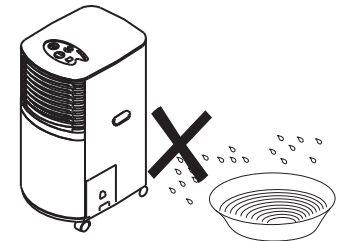

fig. 3
- Gebruik het apparaat niet in een vochtige omgeving, zoals badkamer of wasruimte (fig. 3).